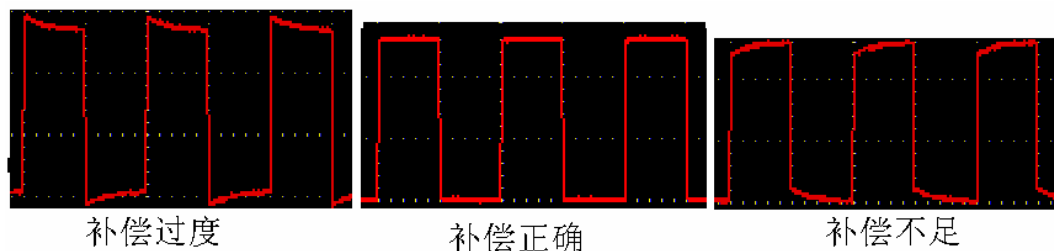

图 7：探头补偿显示波形
- 2、 检查所显示的波形，调节探头，直到补偿正确。见图 7， 8。